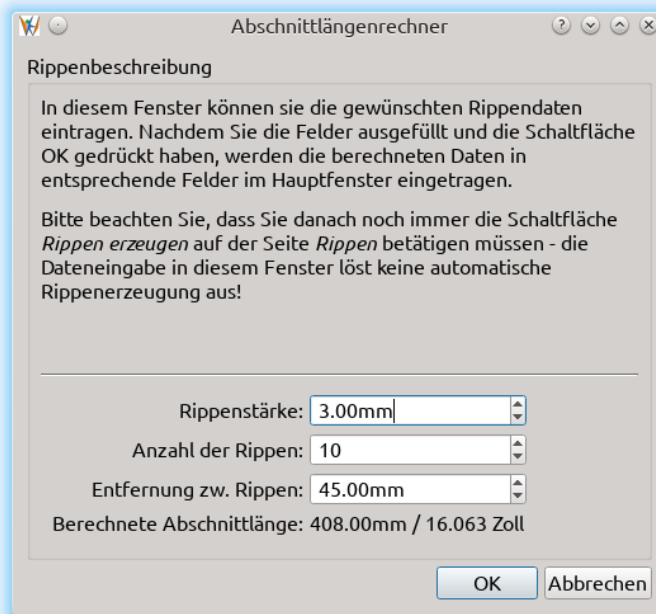
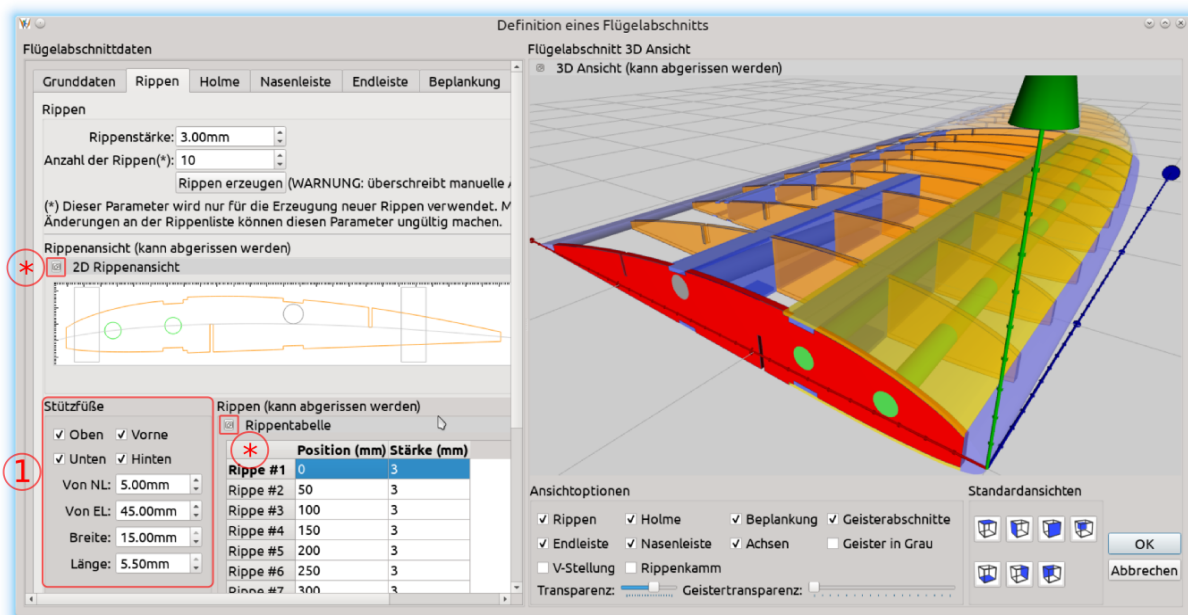

Abbildung 4: Abschnittlängenrechner
Abbildung 6: Abschnittsbearbeitungsmodus - Rippen
- **Länge**. Diese Angabe wird für die Erzeugung der Rippen verwendet. Eventuelle Änderungen, die Sie an diesem Parameter vornehmen, werden nicht sofort sichtbar, sondern erst dann, wenn Sie die Schaltfläche „*Rippen erzeugen*“ am nächsten Bildschirm aktivieren (Kapitel 4.3.2). Meistens werden Sie diesen Wert nicht händisch eintragen wollen, sondern mit Hilfe des Abschnittslängenrechners ermitteln, welcher durch die Betätigung der Schaltfläche mit der roten Nummer 3 aufgerufen wird (Abbildung 4 auf Seite 15). Wenn Sie den Abschnittslängenrechner verwenden, vergessen Sie bitte nicht, die Schaltfläche „*Rippen erzeugen*“ zu betätigen, genau so, wie wenn Sie den Wert für die Abschnittslänge manuell eingetragen hätten.
Im Bereich „*Rippen*“ befinden sich die Einstellungen und Funktionen für die Erzeugung und Feinjustierung der Rippen (Abbildung 6). Bei der Erzeugung eines neuen Flügelabschnitts wird ein Standardsatz an Rippen nach vordefinierten Parametern bereits erstellt. Wenn Sie diese anschließend verändern wollen, können Sie das entweder mit Hilfe des Abschnittslängenrechners machen (Abbildung 4), oder durch manuelle Eingabe entsprechender Werte. In beiden Fällen ist es wichtig, am Ende die Schaltfläche „*Rippen erzeugen*“ zu betätigen, damit die Änderungen auch übernommen werden.
Die rot gekennzeichneten Bereiche auf der Abbildung 6 stellen die wichtigsten weiteren Funktionen, die in diesem Fenster zur Verfügung stehen: